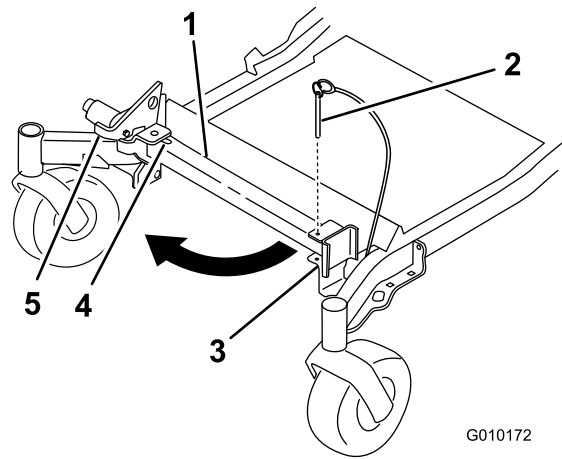
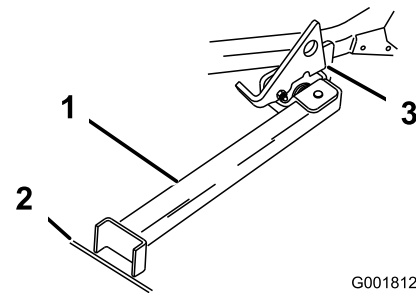

Bild 31
Bild 32
3. Heben Sie den Riegel an. Drehen Sie den Ständerfuß nach vorne heraus und schieben Sie den Ständer zur Maschine in den unteren Schlitz (Bild 31 und Bild 32).
2. Nehmen Sie den Halterungsstift ab (Bild 31).
4. Stellen Sie den Fuß auf den Boden und lassen Sie den Riegel auf der Drehlasche aufliegen (Bild 32).
- Hinweis:** Stellen Sie den Ständerfuß am besten in Risse auf Gehwegen oder in der Rasenfläche (Bild 32).
6. Fahren Sie auf den Stand auf. Halten Sie an, wenn der Riegel über die Lasche in die arretierte Stellung einrastet (Bild 32). Stellen Sie nach dem Auffahren auf den Stand die Feststellbremse fest und stellen Sie den Motor aus.
5. Stellen Sie den Ständer wieder in die Ruhestellung (Bild 31).